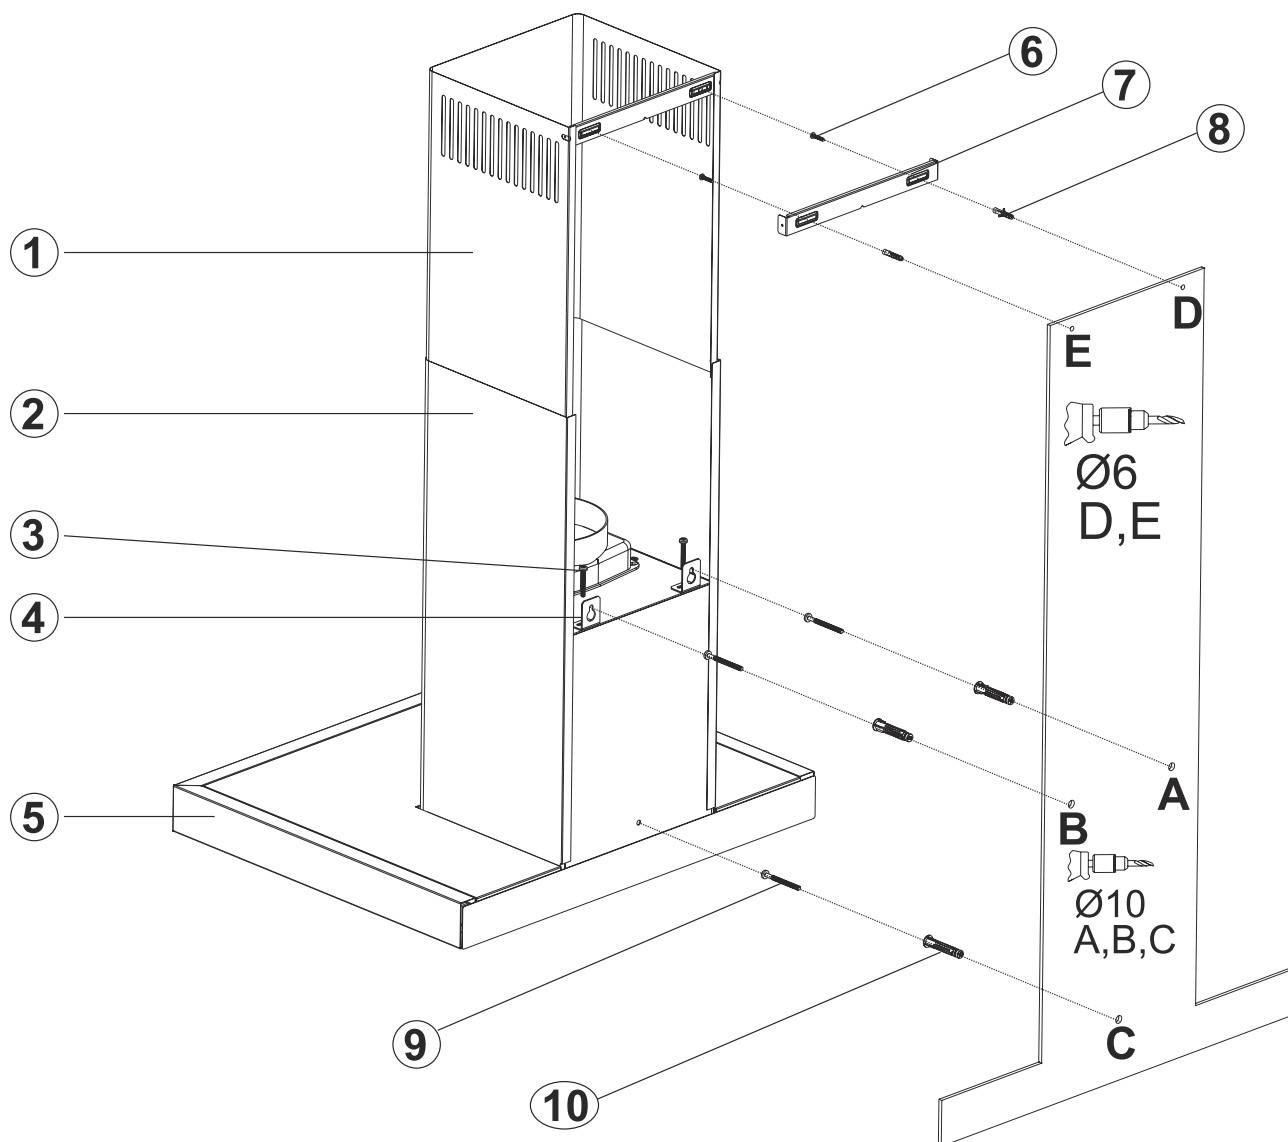

Fig. 11
2. ➔ Fije el patrón de montaje en la pared a la altura especificada (Consulte las distancias mínima y máxima para la encimera, en el patrón de montaje) y las perforaciones A, B y C con las dimensiones especificadas en la plantilla (Fig. 11).
- 3.** ▶ Inserte los taquetes de Ø 10mm en los orificios perforados A, B, C, D y atornille los tornillos (9) de 5,5 x 60 en los puntos A + B de manera que se mantenga un espacio de 5 mm entre la cabeza del tornillo y la pared (Fig. 11).
- 4.** ▶ Fije las placas que cuelga de la campana en el cuerpo de la campana con el perno (3) M5x35 (Fig. 11).
- 5.** ▶ Cuelgue la campana de sus placas colgadas en la pared en los puntos (A, B). Si la campana no es paralela, coloque su forma en paralelo al apretar o aflojar el tornillo M5x35 (3).